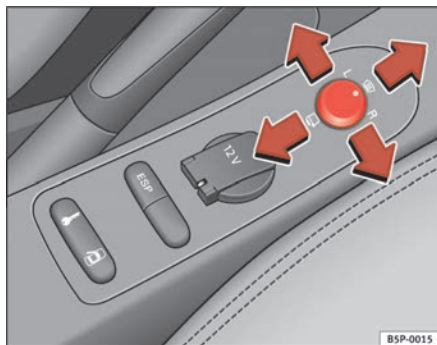

Fig. 90 Mando de los retrovisores exteriores
1. En primer lugar, gire el mando ⇒ **fig. 90** hasta la posición **L (retrovisor izquierdo)**.
- Gire el mando hacia delante, en la posición central ⇒ **fig. 90** **1**, para que los retrovisores térmicos se calienten y la función de cristal parabrisas calefactable* en la zona de reposo de las escobillas, quede activada. ⇒ página 128
- Gire el mando ⇒ **fig. 90** hasta la posición para plegar los retrovisores exteriores. Para evitar daños en el vehículo, debería plegar los retrovisores exteriores siempre que utilice un túnel de lavado automático.